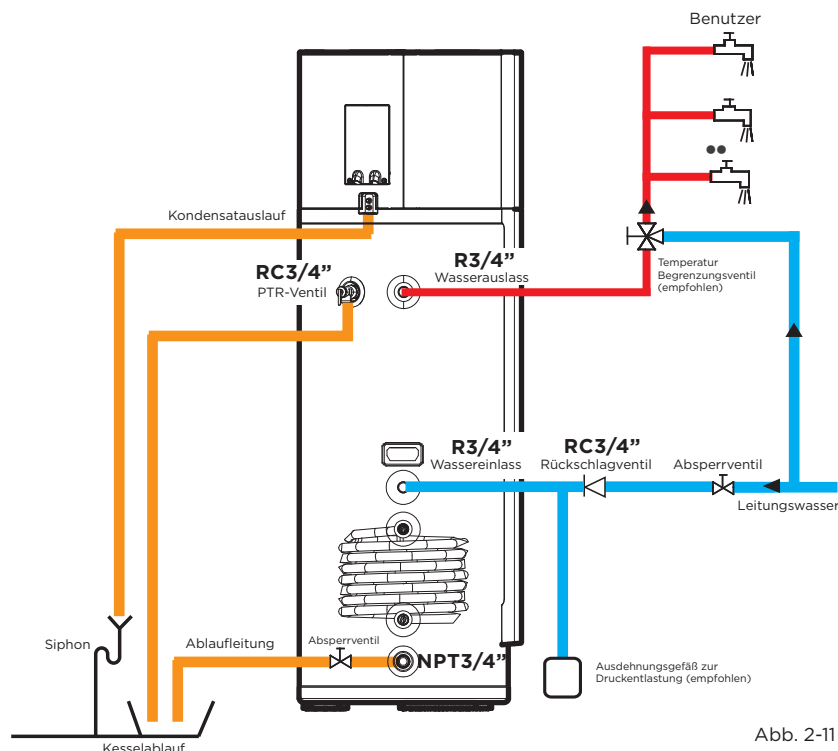

Abb. 2-11
- Schließen Sie die Wasserleitungen wie in der obigen Abbildung 2-11 dargestellt an.
Verbinden Sie die beiden Kondensatableitungen in der Armatur mit dem Kondensatauslass, wie in Abb. 2-11 dargestellt.